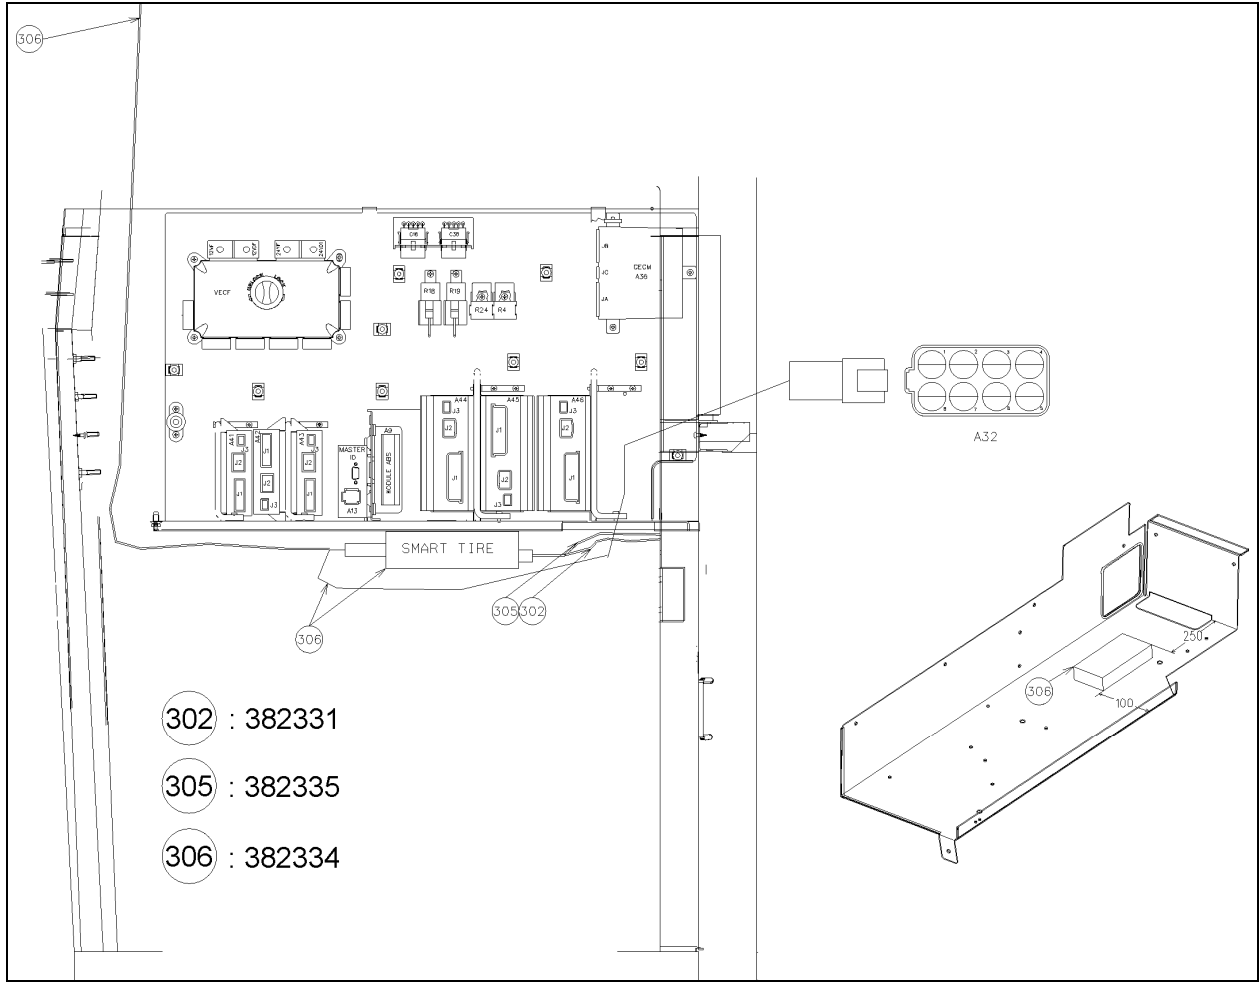

FIGURE 4
6. Fixer le récepteur (382334) à l'intérieur du compartiment de service avant à l'aide de Velcro ou de ruban collant double-face comme indiqué à la figure 4.
8. Acheminer le câble d'alimentation entre le récepteur et le connecteur A32 du VECF situé à la droite des modules multiplex comme indiqué à la figure 4.